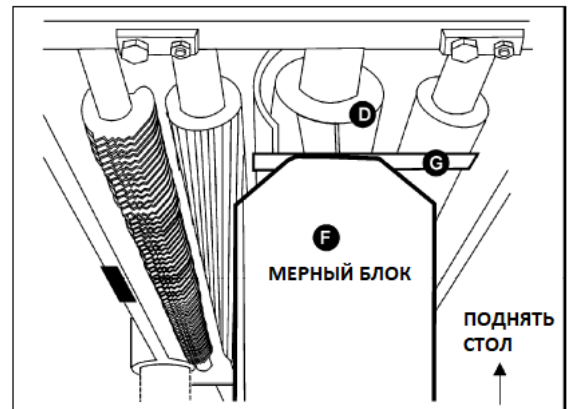

Рис. 26
3. Установите мерный блок (F, см. Рис. 26) на столе непосредственно под строгальным валом (D, см. Рис. 26).
4. Используя щуп толщиной 0,81 мм (G, см. Рис.26), расположенный в верхней части мерного блока, поднимайте рабочий стол, пока нож не коснется в самом нижнем положении. Больше не изменяйте положение рабочего стола, пока не отрегулируете ролик разгрузки.